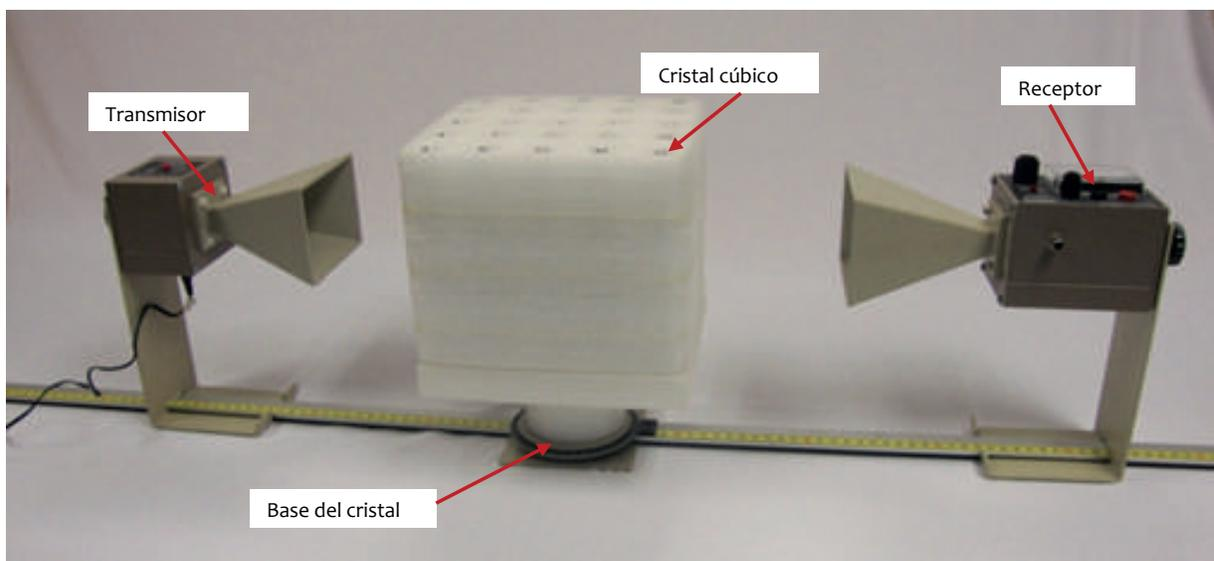

Figura 7.7. Difracción de Bragg
f) Arme el equipo como se muestra en la figura 7.7.